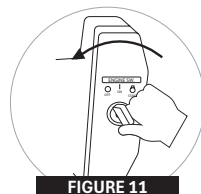

FIGURE 11
- TURN THE KEY TO THE OFF POSITION; **(FIGURE 11)**